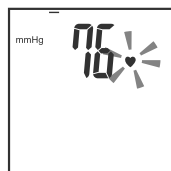

Рис.14
5. Символ «♥» начнет мигать синхронно со звуковым сигналом, как только датчик уловит пульсовое давление (рис.14).